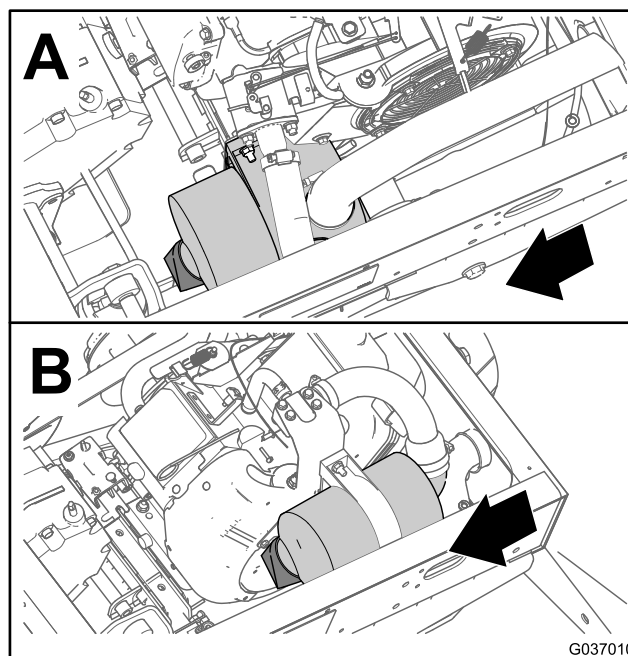
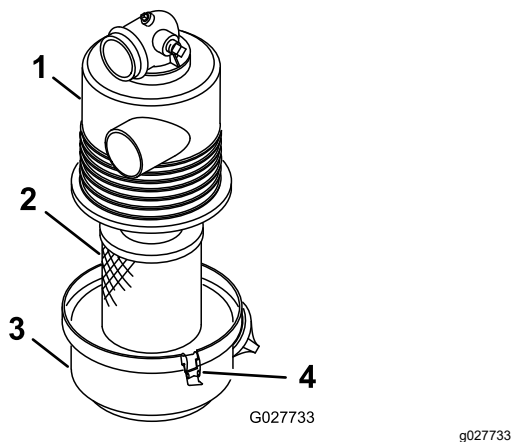

Figura 32
Figura 33
2. Controllate il corpo del filtro dell'aria per escludere eventuali danni che possano causare una perdita d'aria (Figura 32 e Figura 33).
- Rilasciate i fermi che fissano il coperchio del filtro dell'aria al relativo alloggiamento (Figura 33).
- Separate il coperchio del filtro dell'aria dal relativo alloggiamento e pulite l'interno del coperchio (Figura 33).
- Inserite l'elemento del filtro dell'aria nel relativo alloggiamento (Figura 33).
- Allineate il coperchio del filtro dell'aria con il relativo alloggiamento (Figura 33).
- Bloccate il coperchio sull'alloggiamento con i fermi (Figura 33).